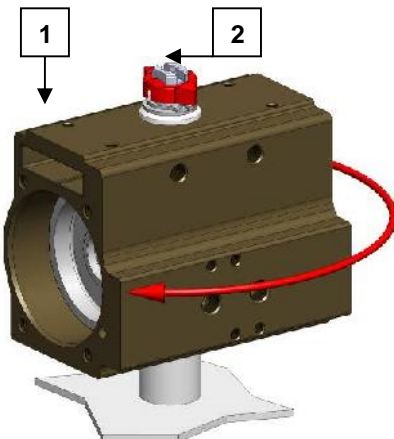

Fig.4
8. Ruotare il cilindro ( 1 ) in senso orario ( visto dal sopra ) rispetto al pignone ( 2 ) in modo tale che i pistoni ( 12 ) escano dalla presa col pignone ( 2 ) e traslino verso le estremità del cilindro. A questo punto è possibile sfilare i 2 pistoni ( 12 ) vedi Fig. 4. **ATTENZIONE**: Non utilizzare aria compressa per togliere i pistoni ( 12 ) dal corpo ( 1 );